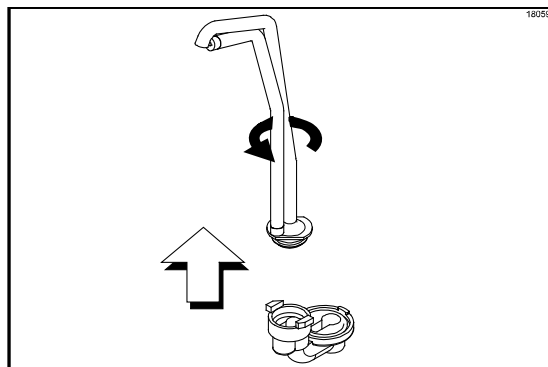

Figure 80
12. Retirer le tube d'évacuation du corps de la vanne en le faisant tourner dans le sens inverse des aiguilles d'une montre (Cf. Figure 80).